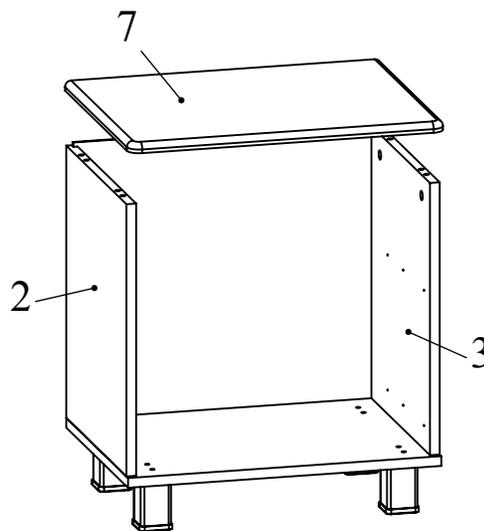

Рис.6
8. Установить крышку 7 на боковины 2, 3 и зафиксировать, повернув конфирматным ключом головки минификсов по часовой стрелке до упора (Рис. 6).